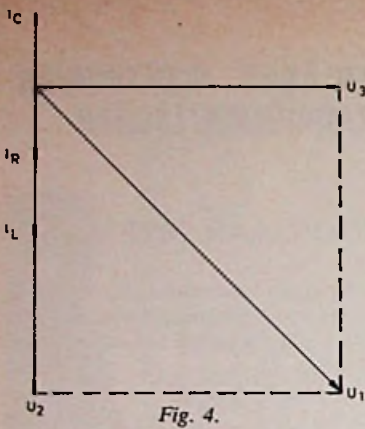

Fig. 4.
a. Fig. 4 toont het gevraagde vectordiagram. De stroom  $I_C$  is gelijk aan 1,5 A en is  $90^\circ$  in fase voor t.o.v.  $U_3$ . De stroom  $I_L$  is 3 A en is  $90^\circ$  in fase achter t.o.v.  $U_3$ . De stroom  $I_R$  is gelijk aan de vectoriële som van  $I_L$  en  $I_C$  en is dus 1,5 A. De spanning  $U_2$  is in fase met  $I_R$  en is  $1,5 \times 20 = 30$  V. Ten slotte is  $U_1$  gelijk aan de som van  $U_2$  en  $U_3$ . De grootte van  $U_1$  is  $30^2 + 42^2 = 42$  V.